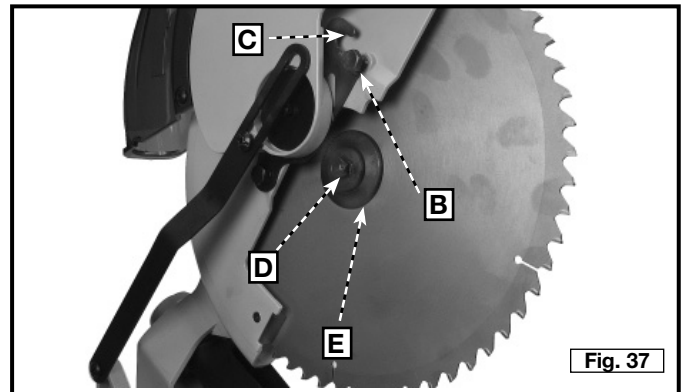

Fig. 37
3. Afloje, pero no retire el tornillo del soporte de la guarda (B) hasta que se pueda levantar suficientemente el soporte (C) como para tener acceso al tornillo de la hoja (D). La guarda inferior permanecerá elevada debido a la posición del tornillo del soporte de la guarda, tal como se muestra en la Fig. 37.